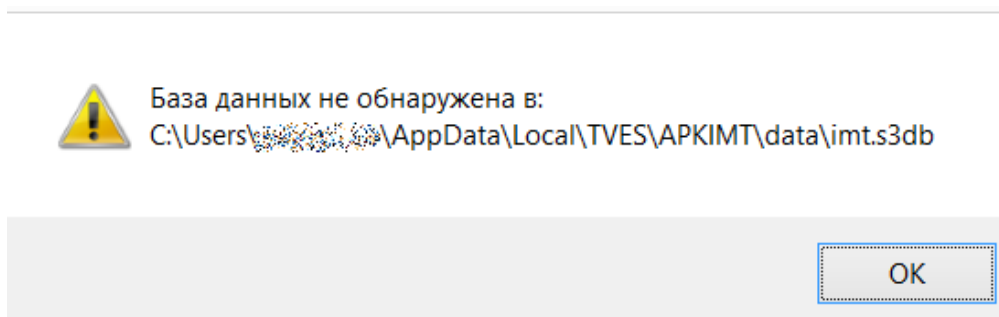

Рисунок 44 – Предупреждение об отсутствии файла базы данных
17.1 При старте программы появляется сообщение - рисунок 44.